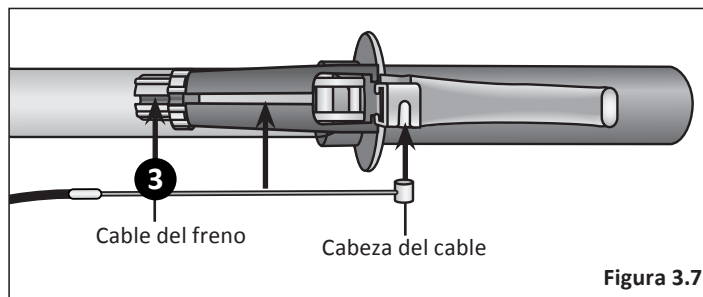

Figura 3.7
- ❷ Presione la maneta de freno hacia la empuñadura.
- ❸ Deslice el cable del freno a través de las ranuras y coloque la cabeza del cable en la maneta de freno. **Figura 3.7**